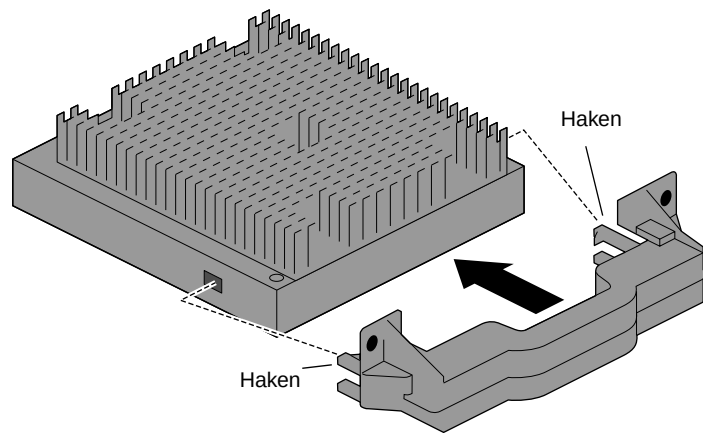

Abbildung 6-4 Anbringen des Prozessorgriffs
11. Lassen Sie die Arretierungshaken in den Aussparungen an der Prozessorseite einschnappen. Siehe Abbildung 6-4.